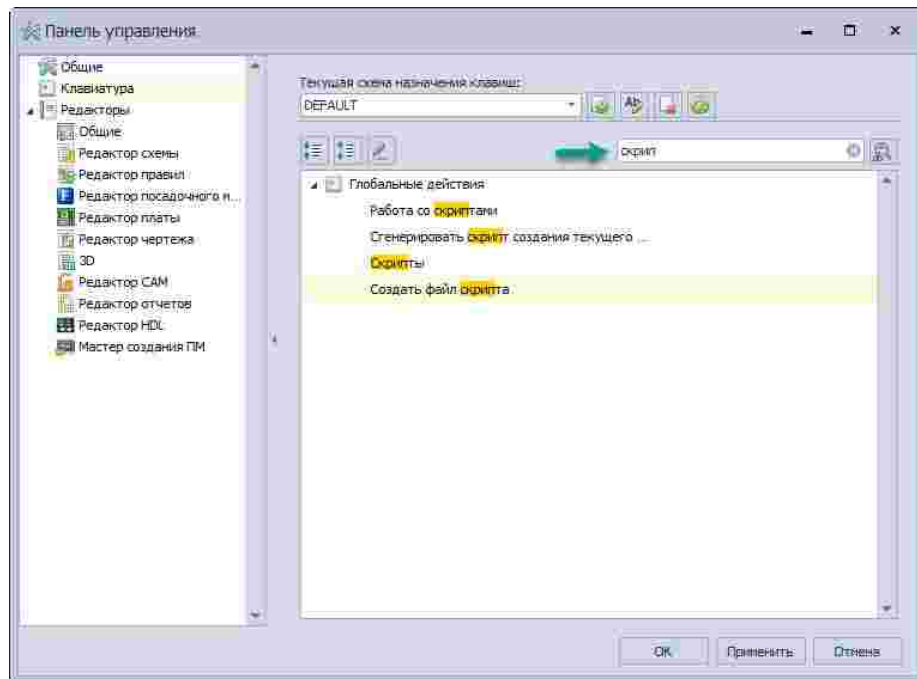

Рис. 49 Поисковая строка
2. Используя поисковую строку, выберите функцию, для которой необходимо назначить "горячие клавиши", (см. Рис. 49).